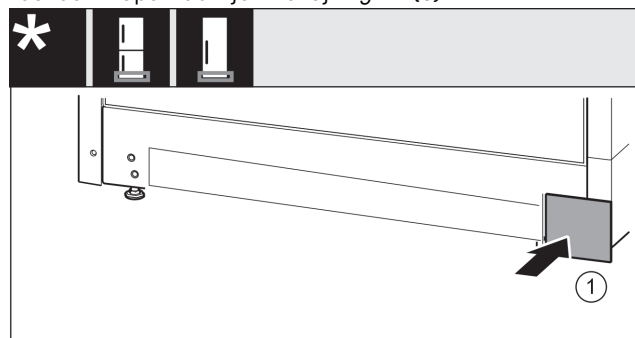

Fig. 18
- ▶ Oblogo ponovno namestite na drugi strani. Fig. 18 (1)